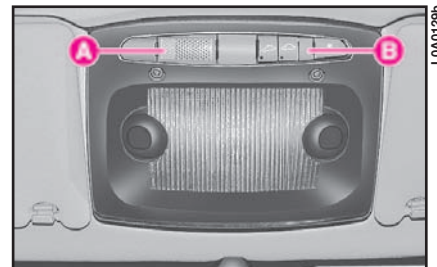

fig. 31
1) Estrarre i tappi **A** e **B** (fig. 31) inseriti a pressione, facendo leva con un cacciavite sul lato esterno.